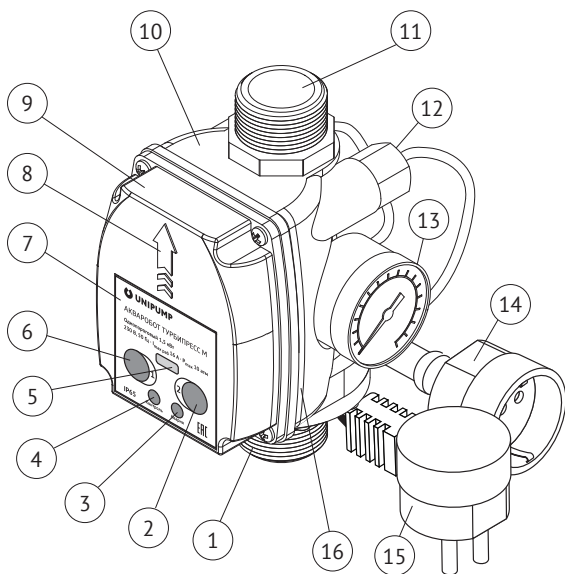
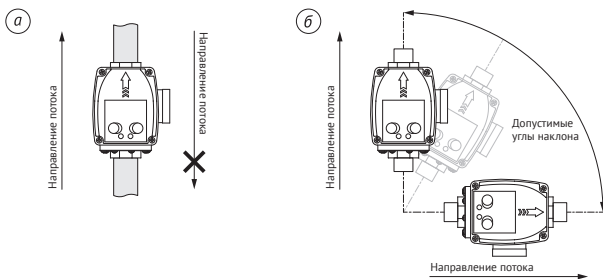

Рисунок 1 – Общее устройство Блока
Рисунок 2 – Способы установки Блока: а) относительно направления потока; б) относительно горизонтали
Направление стрелки на защитной крышке Блока (см. рисунок 1, поз. 8) должно соответствовать направлению потока жидкости в трубопроводе (см. рисунок 2а). Блок допускается устанавливать горизонтально, вертикально или под углом (см. рисунок 2б).
- открутите винты и снимите защитную крышку Блока (см. рисунок 1, поз. 9) вместе с уплотнительной резиновой прокладкой (см. рисунок 1, поз. 16);
- соедините земляные жилы (PE) кабеля насоса и сетевого кабеля с помощью соединительного изолирующего зажима (колпачок СИЗ);
- после завершения электрического подключения, установите резиновую прокладку и защитную крышку на прежние места. Зафиксируйте крышку винтами. Затяните зажимные гайки на кабельных вводах (см. рисунок 1, поз. 12).